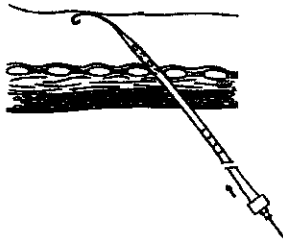

Fig 3
9. Con la guía colocada en el espacio pleural, introduzca el conjunto de posicionador del catéter torácico y catéter torácico en el espacio pleural sobre la guía. (Fig. 3)